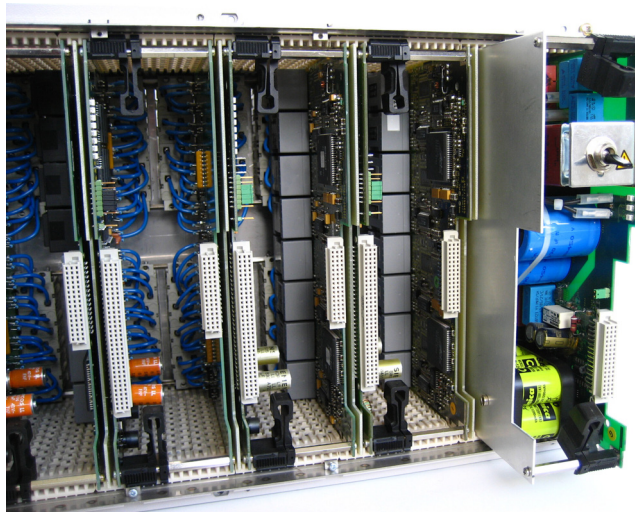

Bild 1-16 Herausziehen der Netzteilbaugruppe
- Ziehen Sie die Netzteilbaugruppe nach vorne heraus (siehe Bild 1-16).